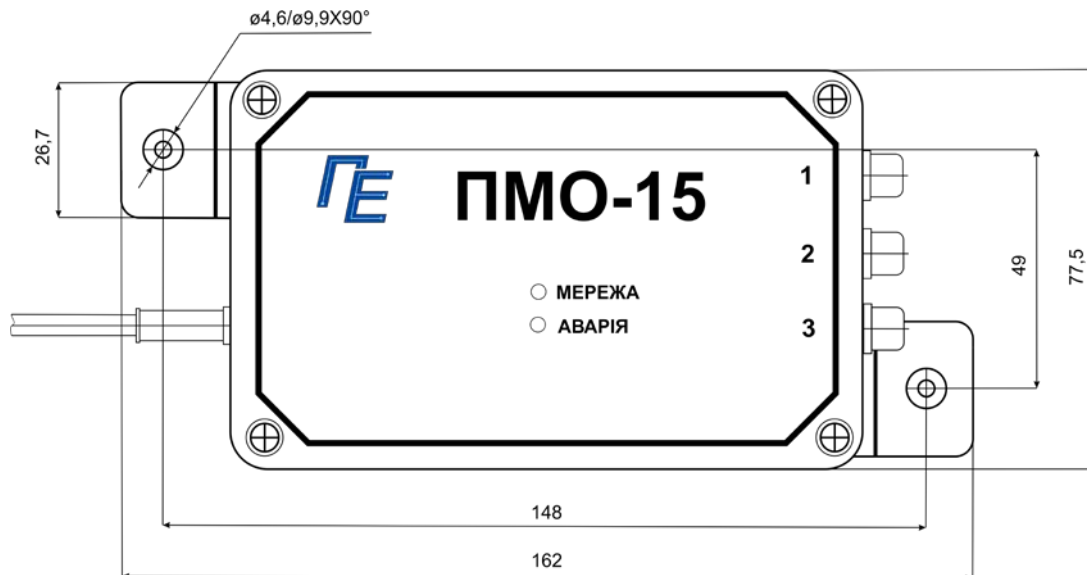

Рис.1
2.6 Приборы выполнены в корпусе из ABS-пластика со степенью защиты IP54. Габаритные размеры корпуса (без хомутов крепления) - 120*80*55 мм. Масса - не более 0,4кг. Внешний вид прибора (ПМО-15). приведен на рис.1